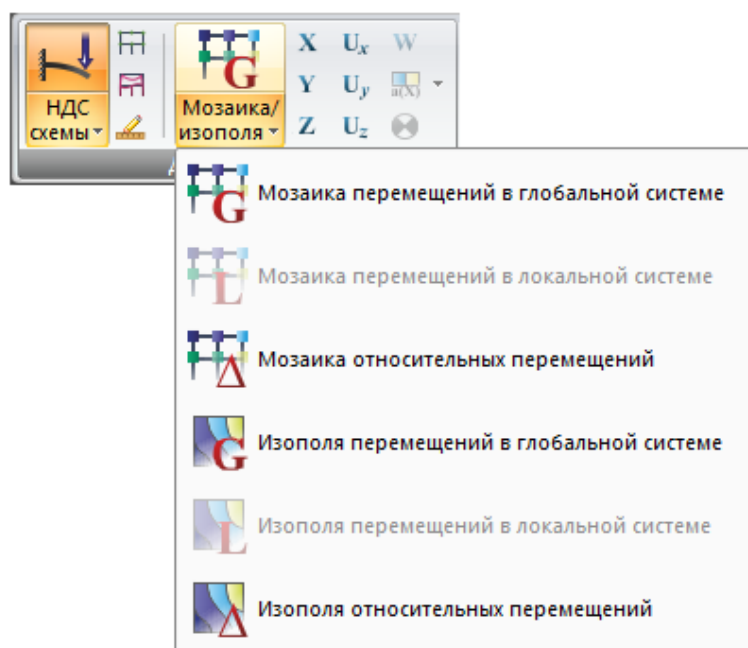

Рис. 87. Раскрывающийся список **Мозаика/изополю перемещений**
**Мозаика/изополя перемещений** (рис.87) – раскрывающийся список с заменой. Выбор режимов отображения перемещений – в виде мозаики или изополей, в глобальной или локальной системе координат, абсолютных или относительных.